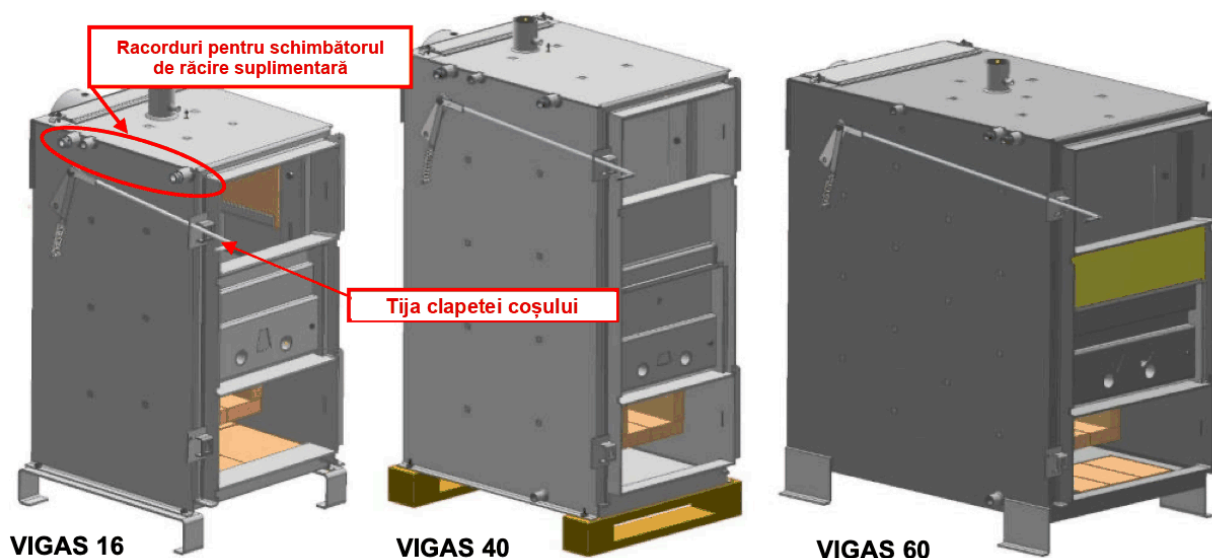

Fig. 1
Corpurile cazanelor sunt sudate din table de oțel cu grosimea de 4 și 6 mm. Tablele interioare ale corpului, care vin în contact cu gazele arse, au grosimea peretelui de 6 mm. Schimbătorul de căldură este sudat din țevi de oțel $\phi 57 \times 4,5$ mm. În funcție de tipul cazanului, schimbătorul este construit pe un rând la cazanele VIGAS 12DPA, 16, 25, 40, pe două rânduri la cazanele VIGAS 18DPA, 26DPA, 60, 80, 25 TVZ și pe trei rânduri la cazanul VIGAS 100. La cazanele marcate **LAMBDA CONTROL (LC)** se folosește corpul standard al cazanului, conform fig. 1.
Corpul cuprinde cărămizile de șamotă din camera de ardere, duza din beton refractar și căptușeala din beton refractar, capacul schimbătorului și tija clapetei coșului. Din punctul de vedere al fabricației, corpurile se împart în „Dreapta” și „Stânga”. Standard, toate cazanele se livrează în varianta dreapta (fig. 1). Balamalele ușilor sunt pe **partea dreaptă**, tija clapetei coșului și racordurile pentru conectarea circuitului de răcire sunt amplasate pe **partea stângă** a corpului. Dacă se livrează un **corp stânga**, balamalele sunt pe partea stângă, iar tija clapetei coșului și racordurile pe partea dreaptă.